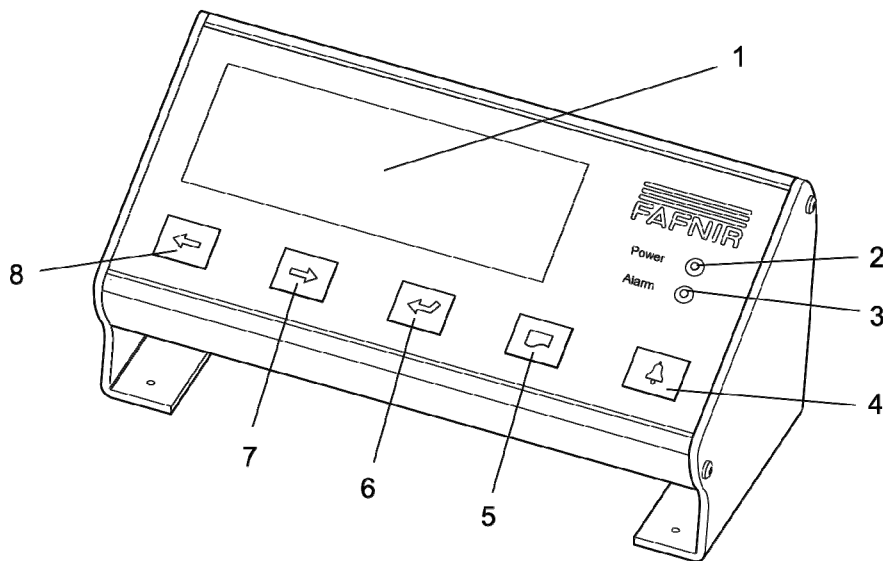

Abbildung 1: VISY-View Vorderseite
Die vordere Bedienseite ist in einem Winkel mit den Füßen verschraubt, der eine benutzerfreundliche Bedienung ermöglicht. Die Bedienoberfläche umfasst das Anzeigefeld (1) und fünf Bedientasten (4–8). Zur Anzeige von Betriebszuständen ist das Display VISY-View mit zwei Leuchtdioden (2–3) ausgestattet (siehe Abbildung 1).
Zum Blättern in den unterschiedlichen Menüpunkten und Aufrufen der gewünschten Daten stehen Ihnen fünf Bedientasten (4–8) zur Verfügung (siehe Abbildung 1):